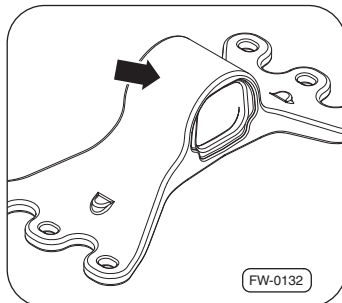

Рис. 41 · Очистка опорного подшипника
4. Досуха очистите опорный подшипник ⇒рис. 41, –стрелка 1– (без чистящих средств).